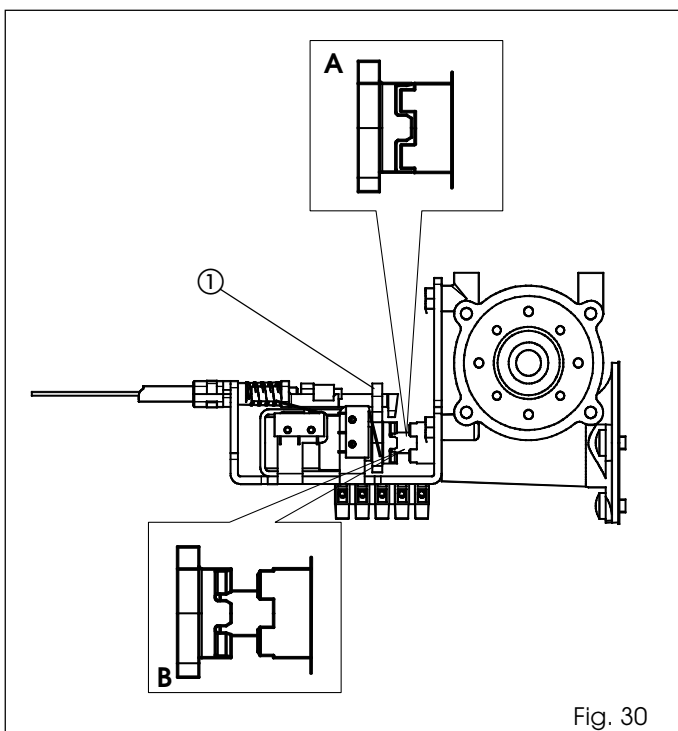
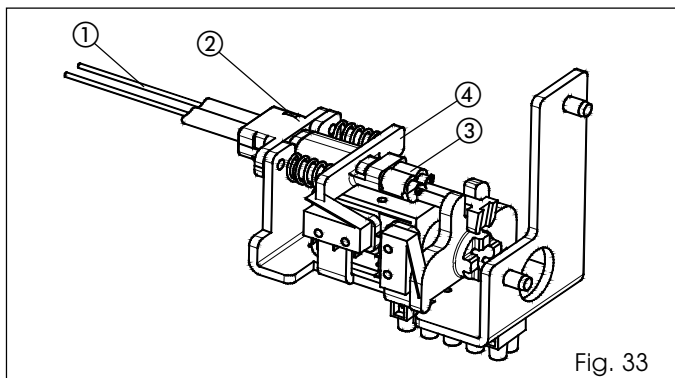

Fig. 30
Fig. 33
- Spingere manualmente la levetta (fig. 30 rif. ①) verso l'albero motore verificando il corretto ingranamento come da fig. 30 rif. A.
- Muovere la levetta (fig. 30 rif. ①) in senso verticale e verificare la presenza del gioco tra l'accoppiamento dell'albero motore e del blocco motore.
- Fare passare il cavo (fig. 33 rif. ①) all'interno del particolare ② lasciando in battuta la guaina.
- Inserire il cavo sul morsetto (fig. 33 rif. ③).
- Tirare il particolare ④ a battuta (comprimendo le molle) e avvitare la vite del morsetto ③ bloccando il cavo in acciaio.
- Verificare che l'innesto blocco motore sia libero dall'innesto albero motore (fig. 30 rif. B).